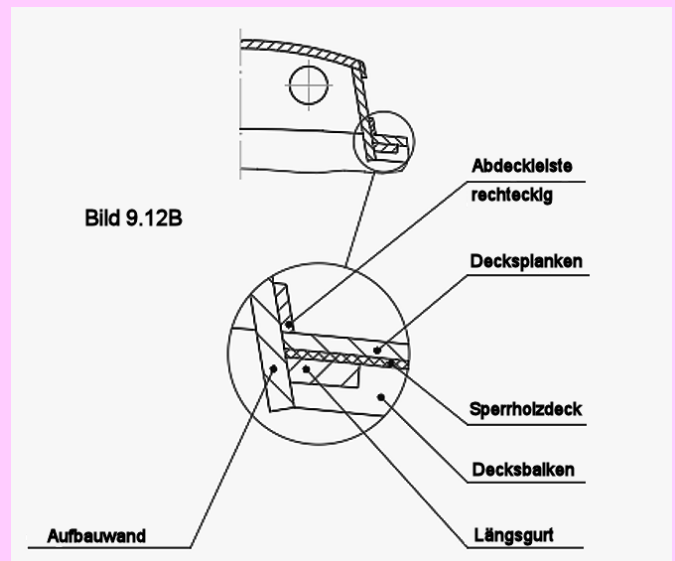
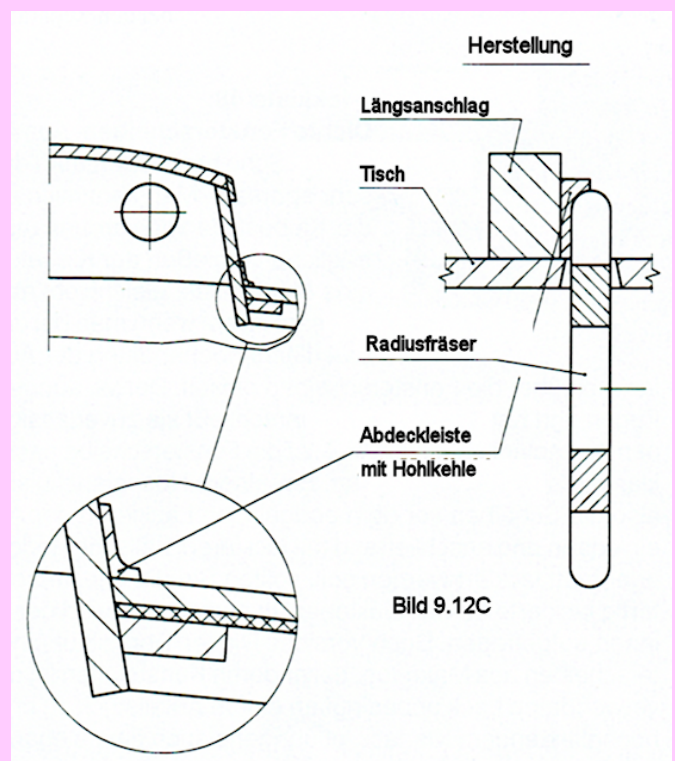

Bild 9.12B:
Bild 9.12C:
- Der Aufbau wird in die entsprechende Decksöffnung eingelassen (siehe Kapitel 9.2), an den Decksbalken abgestützt und entlang der Decksöffnung verklebt. Die Abdichtung und Versteifung wird durch eine außen angebrachte dünne Leiste sichergestellt (Bild 9.12B). Der Querschnitt dieser Leiste sollte streng genommen der Darstellung in Bild 9.12C entsprechen, der Unterschied im optischen Eindruck gegenüber einer nicht profilierten rechteckigen Leiste ist jedoch gering.